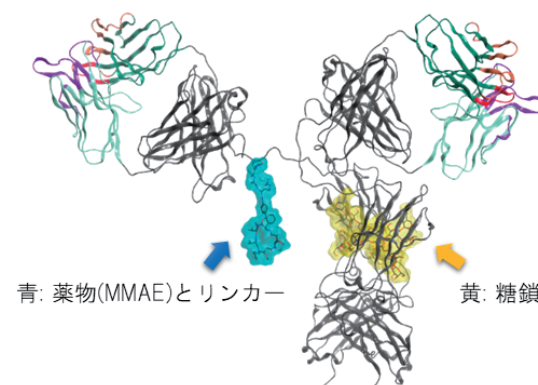

図1. モノクローナル抗体cAC10のADCであるBrentuximab vedotinのモデリング例
- ・抗体薬物複合体 (ADC) の構築と糖鎖修飾部位の検討: 抗体と薬物、抗体と糖鎖の修飾を行います。図1は、それぞれ2本の重鎖・軽鎖からIgのモデリングを行い、薬物と糖鎖の修飾を行い構築したADCの例です。